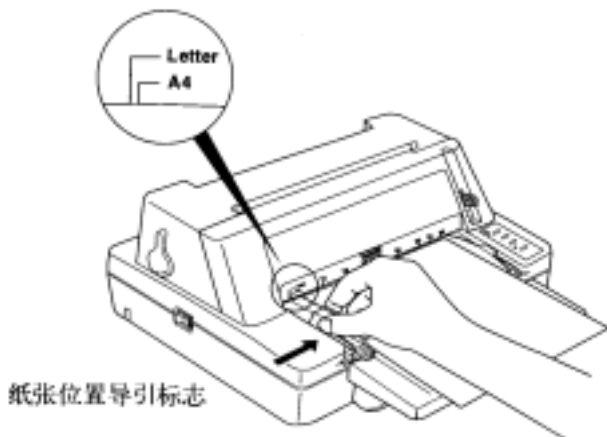

图 3-4 调整单页纸
- 根据打印机盖子左边的标示控制单页纸调整位置, A4 和信纸的大约位置如图 3-4 标示在机盖的左下边缘。